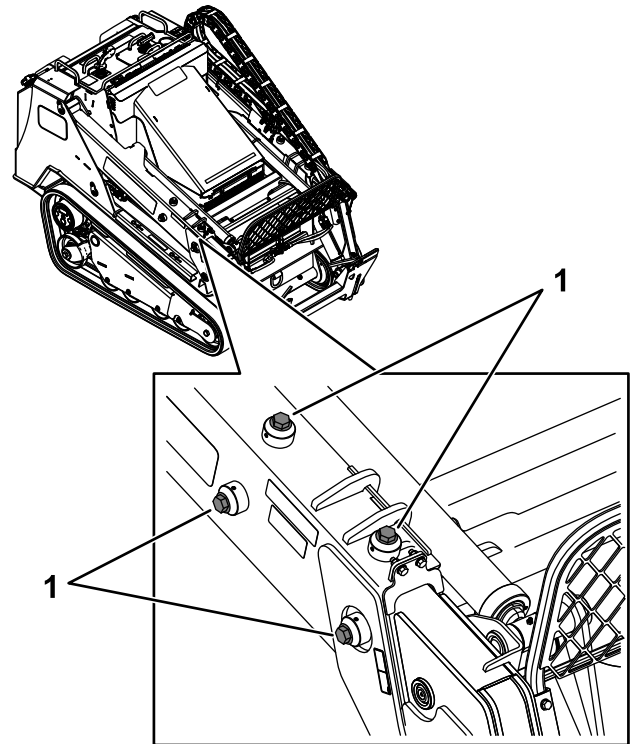

Figure 81
3. Sur chaque bras de la chargeuse, desserrez la vis de maintien sur les 4 vis de réglage (Figure 81).